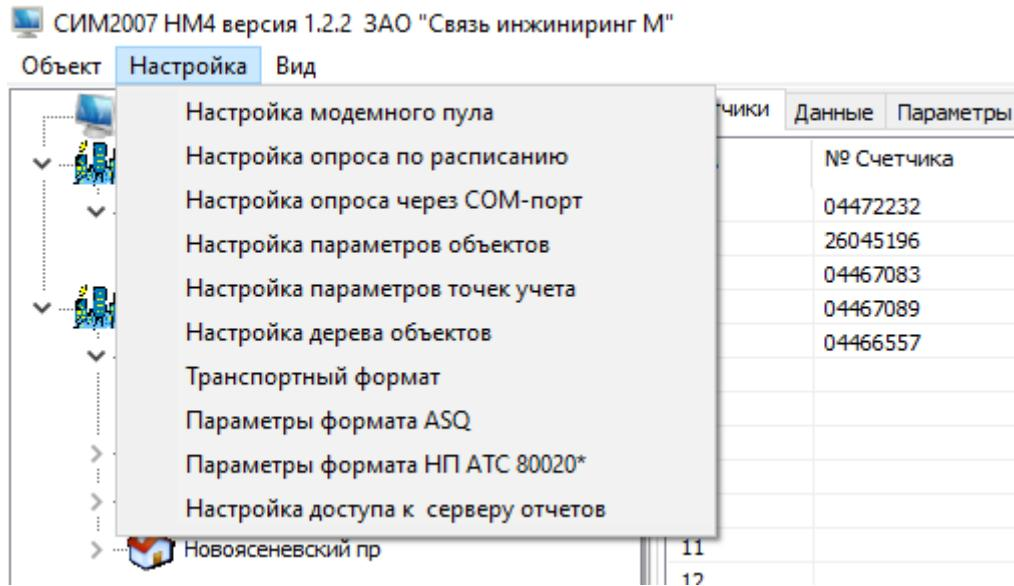

Рисунок 22. Вспомогательное меню «Настройка».
8.2 В главном меню (Главное окно программы, Рисунок 1) выберите пункт «Настройка». В открывшемся вспомогательном меню, Рисунок 22, выберите тип требуемого формата: «Настройка опроса через COM-порт», «Транспортный формат», «Параметры формата ASQ» (формат МосЭнерго) или «Параметры формата НП АТС 80020*».